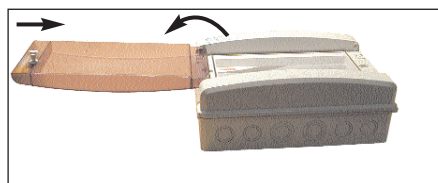

fig. 1
1. Retirer le vitrage pivotant. (fig. 1)